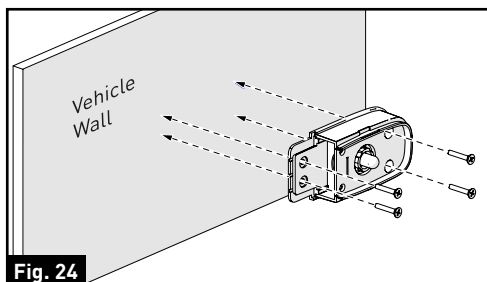

Fig. 24
5. Asegure la base del semáforo en la pared del vehículo usando los cuatro tornillos autorroscantes de cabeza plana (cabeza plana de la impulsión del patio #6 x 3/4 "tornillo de madera de la uno mismo-perforación). (Fig. 24)